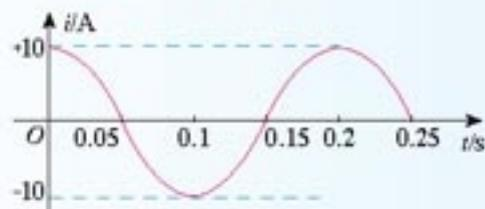

图 5.2-3 某正弦式电流的图象
4. 图 5.2-3 是一个正弦式电流的波形图。根据图象求出它的周期、频率、电流的峰值、电流的有效值。